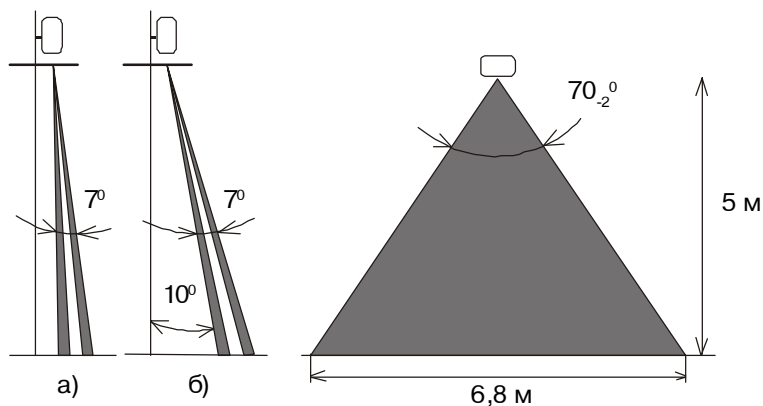

Рисунок 24. Диаграмма зоны обнаружения
Конструкция прибора позволяет перемещением основания по кронштейну сдвинуть зону обнаружения от стены, а также изменять ее положение в вертикальной плоскости при перевороте линзы. Конструкцией предусмотрен поворот зоны обнаружения в вертикальной плоскости на  $10^\circ$  (рисунок 24б). Для этого необходимо:
- снимите крышку, вывернув при помощи отвертки винт, расположенный в нижней части основания извещателя (рис.24).